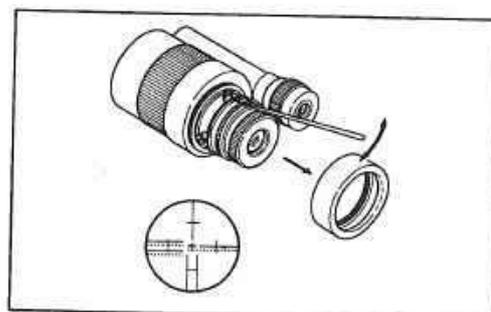

図62
- 3) 測定値aとbが違うときは、a、bの中点の位置に横十字線がくるように上下の十字線調整ねじで調整します。（図62）